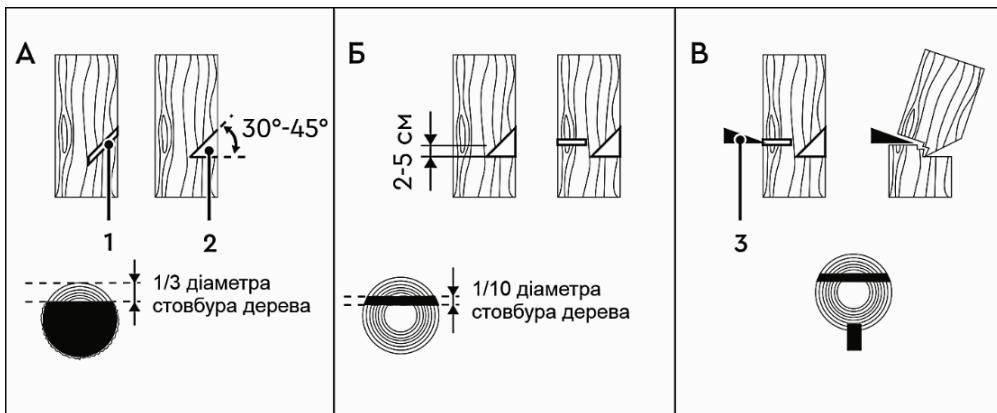

Рисунок 9
4.7.4 Виконання пропилів (рисунок 9)
Увімкніть бензопилу. Почніть пилити дерево з того боку куди воно має впасти (1, рисунок 9-А). Зробіть клиноподібний пропил (2, рисунок 9-А) під кутом 30-45°, глибина якого приблизно дорівнює 1/3 від товщини стовбура.
Валочний розпил (рисунок 9-Б) зробіть із протилежного боку від клиноподібного пропилу, помістивши зубчастий упор бензопили на стовбур на 2-5 см вище нижнього краю клиноподібного пропилу. Завершіть пилиння тоді, коли до внутрішнього краю клиноподібного пропилу залишиться близько 1/10 діаметра стовбура. Коли робите валочний розпил, не намагайтесь пропилити стовбур наскрізь до клиноподібного пропилу.
Частина стовбура, яка залишилася не пропиляною, буде направляти його в необхідний бік. Коли дерево почне падати, зупиніть роботу бензопили та негайно відійдіть у безпечну зону. Якщо дерево не почало падати, необхідно забити клин (3, рисунок 9-В), після чого дерево почне падати в бік клиноподібного пропилу.